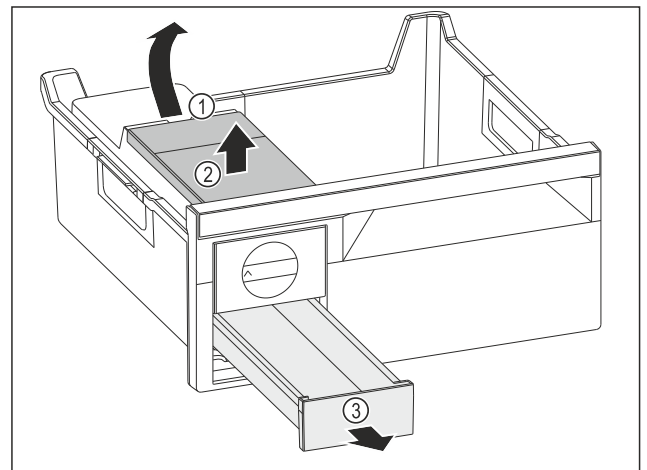

Fig. 110
- ▶ Извлеките бак для воды: Поднимите бак для воды за выемку Fig. 110 (1).
- ▶ Извлеките бак для воды Fig. 110 (2) движением вверх.
- ▶ Извлеките выдвижной ящик для кубиков льда Fig. 110 (3) движением вперед.